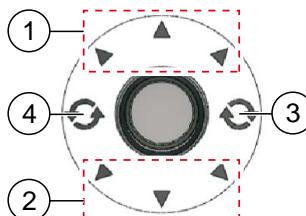

Fig. 3: Funzioni del joystick
- In avanti/all'indietro Fig. 3 (1,2)
- Campi di rotazione Fig. 3 (3,4)
- Nei campi per il movimento in avanti (1) o all'indietro (2) si può spostare il caravan in modo continuo nella direzione selezionata.